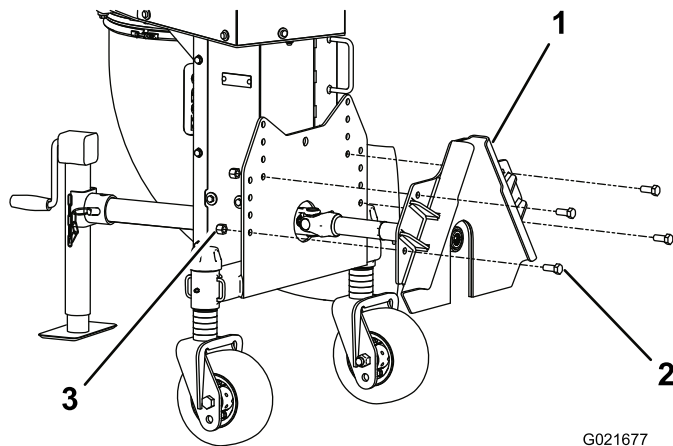

Figura 11
- Instale a placa de montagem na estrutura do soprador de detritos com (4) parafusos de 1/2 x 1-1/4 pol. e (4) porcas de bloqueio de 1/2 pol. (Figura 11). Utilize o conjunto de furos inferiores em cada lado da placa de montagem durante a instalação. Aperte os parafusos com uma força de 92 a 113 Nm.